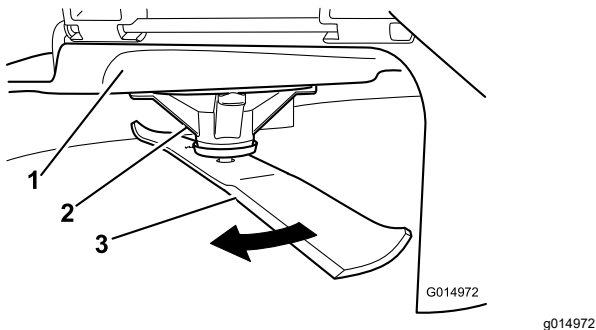

Bild 66
- Tragen Sie dicke Handschuhe oder andere angemessene Handschuhe und drehen Sie das Messer langsam in eine Stellung, in der das Messen des Abstands zwischen der Schnittkante und der ebenen Fläche der Maschine möglich ist (Bild 66).